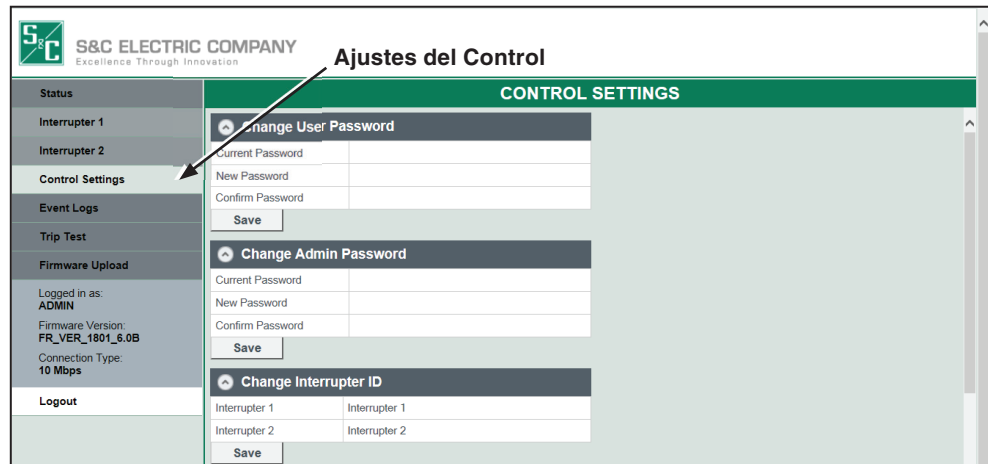

Figura 7. El menú “Cambiar la Contraseña del Administrador”.
PASO 2. Haga clic en la pestaña “Control Settings” (“Ajustes del Control”) en el menú lateral. Posteriormente, navegue a la sección “Change Admin Password” (“Cambiar la Contraseña del Administrador”) de la pestaña **Control Settings**. Vea la Figura 7.